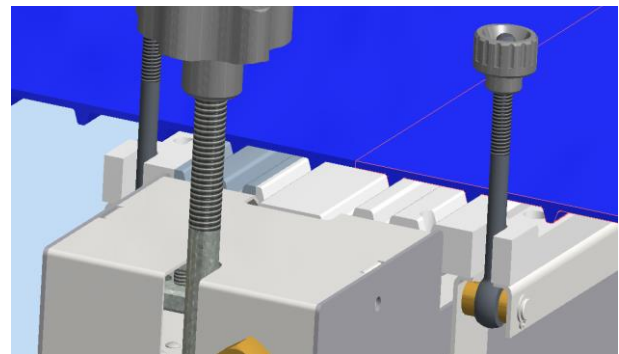

FIG 6
- Controllare che le due teste del nastro combacino perfettamente (Fig.6). Serrare i pomelli di chiusura delle barre di bloccaggio.